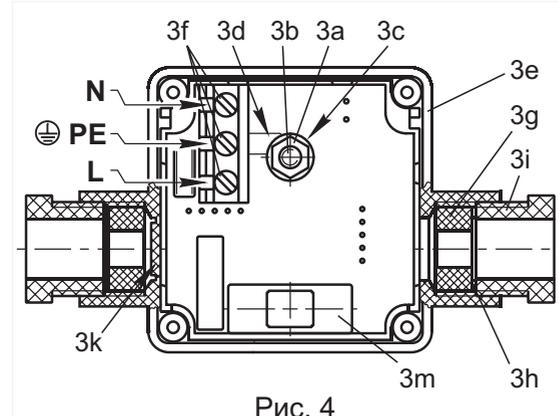

Рис. 4
4.3.3 На лицевой поверхности клеммной коробки открутите четыре винта крепления крышки. Снимите крышку клеммной коробки вместе с резиновым уплотнением. Клеммная коробка со снятой крышкой показана на рис. 4.